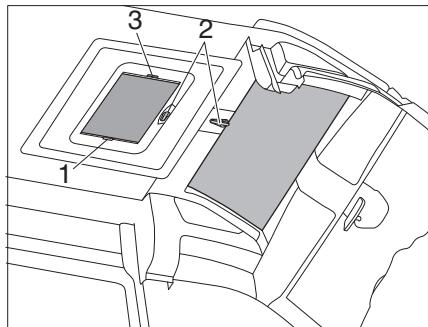

Figura 26 Claraboya de elevación a manivela con SkyRoof®
- Abrir:* ■ Girar la manivela (Figura 26,2) en sentido antihorario hasta notar una resistencia (ángulo de apertura máx. 60°, solo con Heki).
- Cerrar:* ■ Tirar el estor plegable con el tirador (Figura 26,3) y soltarlo en la posición deseada. El estor plegable se queda fijo en esta posición.
- Abrir:* ■ Empujar el estor plegable con el tirador (Figura 26,3) lentamente a la posición de salida.
- Tirar el tirador (Figura 26,1) de la protección contra insectos hacia el tirador (Figura 26,3) opuesto del estor plegable.